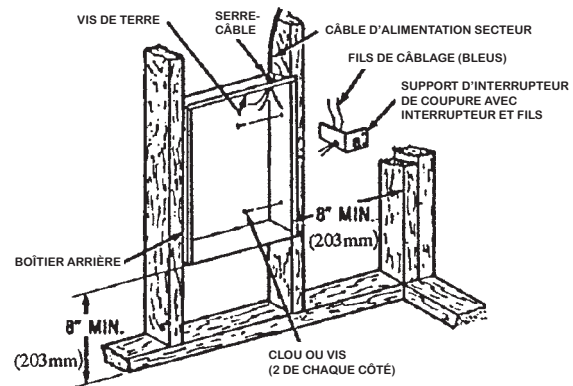

Fig. 1 Positionnement du boîtier arrière dans une construction neuve
3. L'alimentation électrique entre dans le boîtier arrière par les pastilles à enfoncer sur le côté DROIT du boîtier (Voyez la Figure 1). Voyez également le marquage de HAUT sur le boîtier arrière pour la bonne orientation.
1. Montage du boîtier arrière (Voyez la Figure 1).
- c. Fixez le boîtier arrière en place avec des vis à bois ou des clous comme c'est montré en Figure 1.
2. Câblage de l'alimentation électrique (Voyez la Figure 1.).